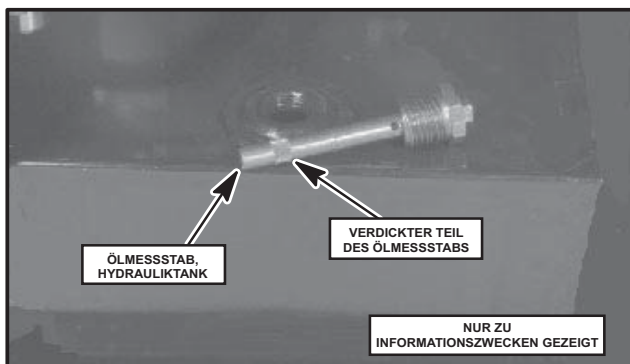

Abbildung 43
6. Geben Sie Ransomes Turf Protector biologisch abbaubare Hydraulikflüssigkeit oder gleichwertiges Öl hinzu, bis das Öl an der VERDICKTEN Stelle des Ölmesstabs sichtbar ist (siehe Abb. 43).